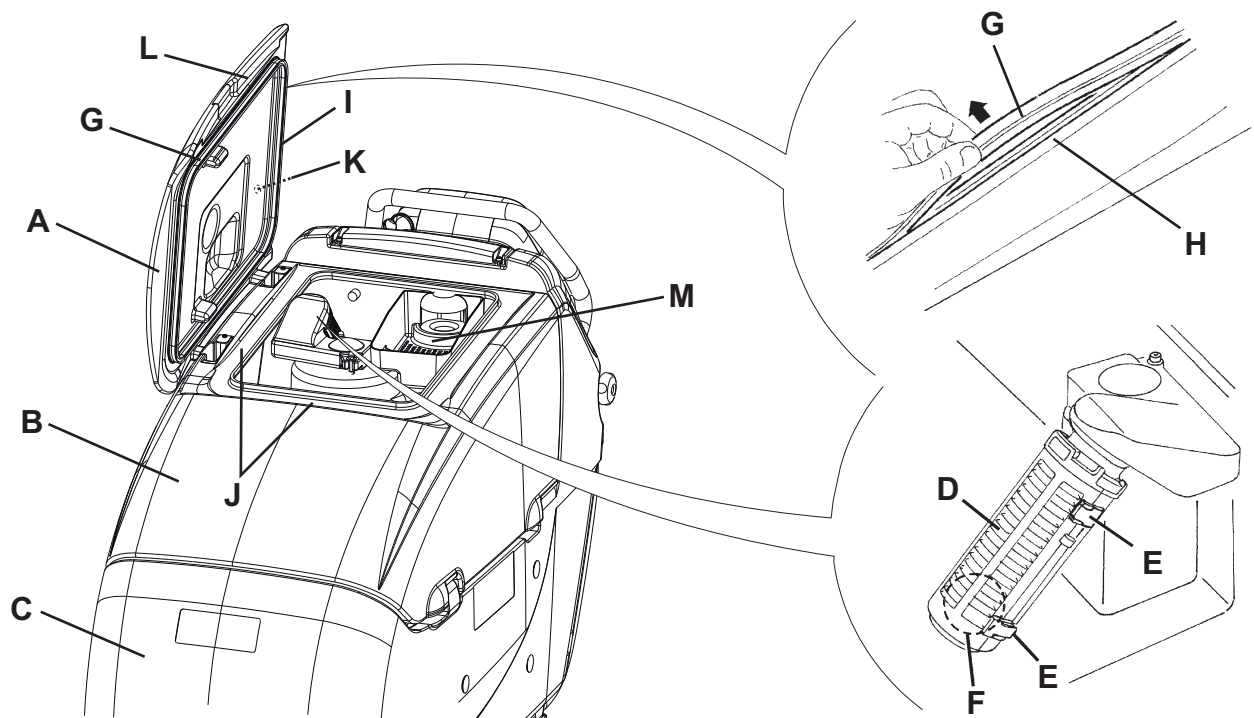

Abbildung 6
2. Zündschlüssel (80) in Stellung 0 drehen.
3. Deckel (A, Abb. 6) öffnen.
5. Den Deckel (A), die Tanks (B und C) und das Ansauggitter mit automatischem Schwimmverschluss (D) mit klarem Wasser reinigen und waschen.